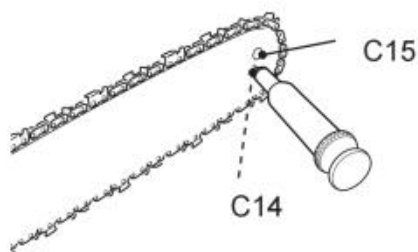

Fig. 69
2. Za pomocą jednorazowego pistoletu smarowego włóż końcówkę igły do otworu smarowego (C14) i wstrzykuj smar, aż pojawi się na zewnętrznej krawędzi koła zębatego (rys. 69).